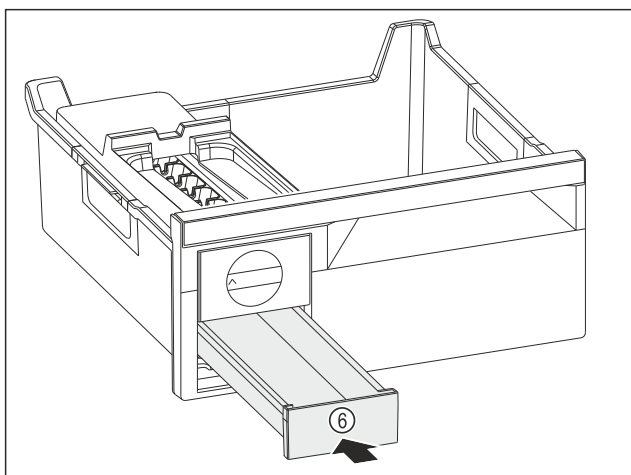

Fig. 135
- ▶ Sett inn isterningsskuffen Fig. 135 (6).